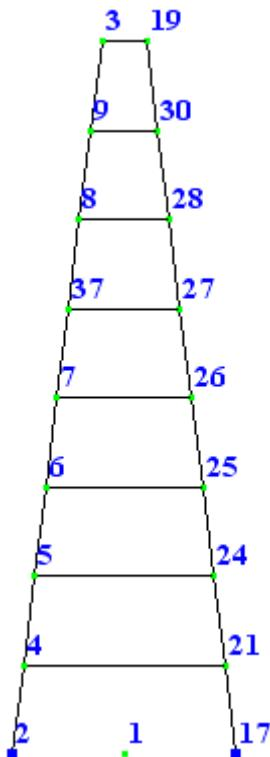

Рис.5.15. Схема части башни в проекции на плоскость ХОZ
- На рис.5.15 представлена полученная расчетная схема части башни в проекции на плоскость X0Z.